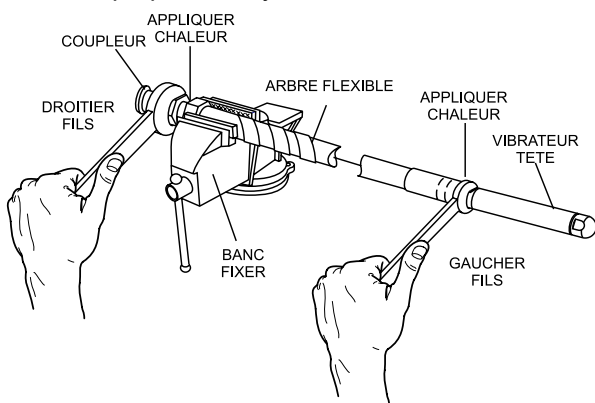

Figure 8. Enlever le Noyau du Fil
1. Bien nettoyer le noyau du fil (Figure 8) pour une éventuelle réutilisation. Une brosse métallique peut être nécessaire pour éliminer les résidus durcis.
2. Appliquer la quantité de lumière DuBois "TPG" lubrifiant (Figure 8) ou d'une bonne graisse de qualité portant sur toute la longueur du noyau du fil.